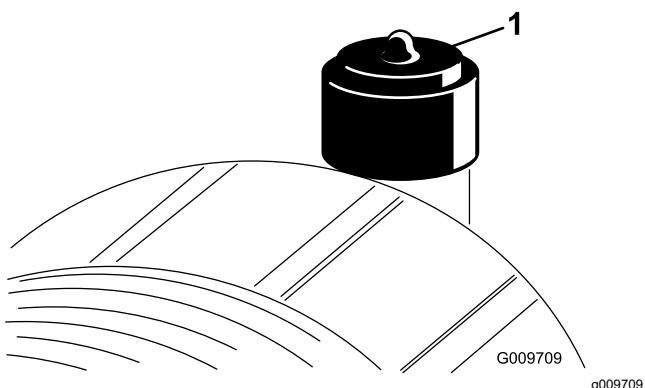

Рисунок 49
Фильтр воздухоочистителя следует обслуживать только при соответствующих показаниях индикатора необходимости технического обслуживания (Рисунок 49). Замена воздушного фильтра без необходимости ведет лишь к повышению вероятности попадания грязи в двигатель при извлечении фильтра.
2. Сбросьте индикатор (Рисунок 49), если он стал красным.